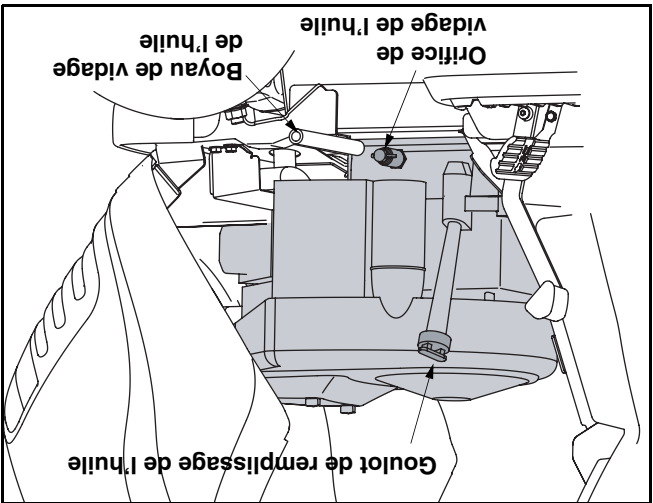

Figure 17
- Enfoncez légèrement la soupape de vidange de l'huile, puis faites-la tourner dans le sens contraire aux aiguilles d'une montre et sortez-la pour faire arriver l'huile. Voir la Figure 17.
- Dévissez le bouchon d'huile et sortez la jauge à huile du goulot de remplissage. Voir la Figure 17.
- Soulevez le capuchon de protection à l'extrémité de la soupape de vidange de l'huile pour exposer l'orifice de vidange. Voir la Figure 17.